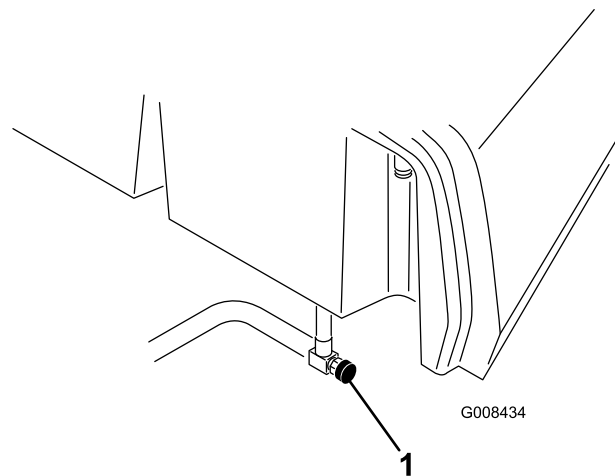

図 40
1. 燃料タンクの下にある燃料バルブ (図 40) を閉める。